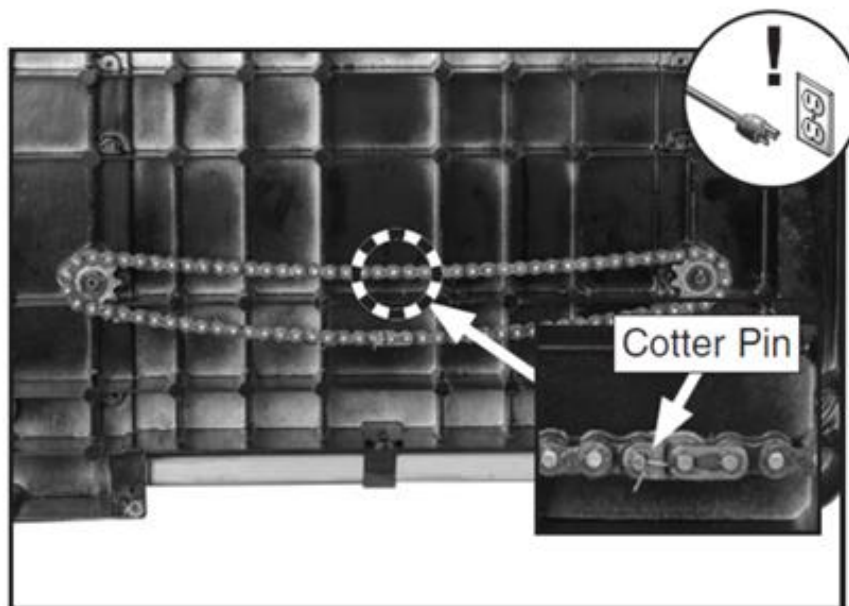

Рисунок 48. Цепочка по высоте стола.
2. Осторожно наклоните станок на бок, чтобы обнажить цепь по высоте стола (см. рис. 48) и звездочки.
3. Найдите застежку для соединения цепи и снимите шплинт, чтобы отсоединить цепь (см. рис. 48).